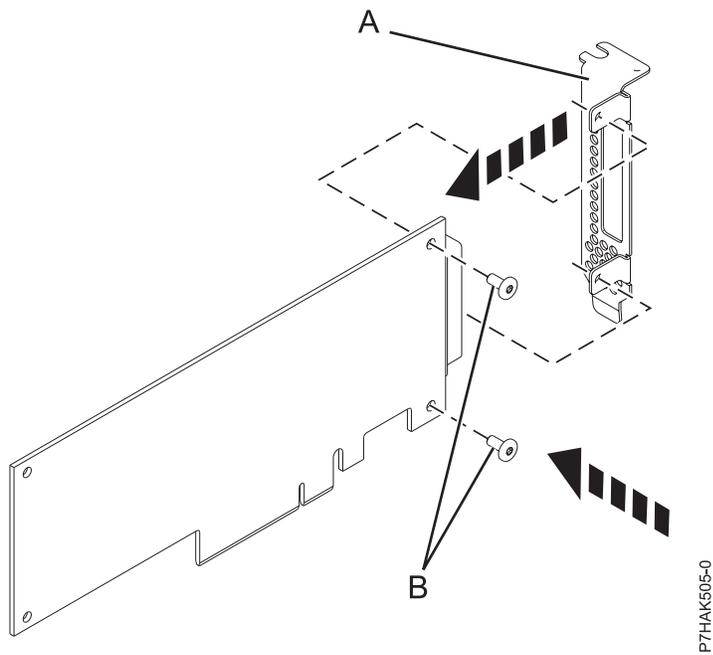

図 52. PCIe アダプターへのロープロファイル・テール・ストックの取り付け
14. 57 ページの図 52 に示すように、プラスのねじ回しと 2 個の留めねじ (B) を使用して、障害の発生した PCIe アダプターのテール・ストック (A) を新しい PCIe アダプターに取り付けます。